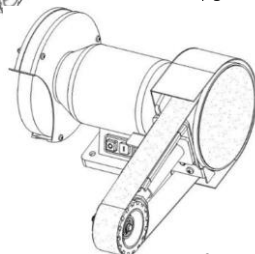

fig. 12
3. Une fois terminé, l'apparence ressemblera à la fig. 12.